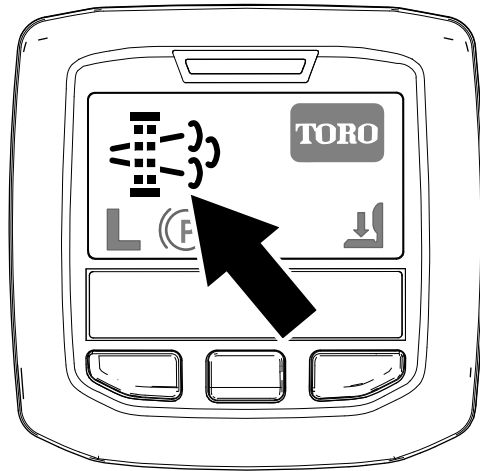

Figura 23
- O ícone de pedido de regeneração em estacionamento surge no InfoCenter (Figura 23).